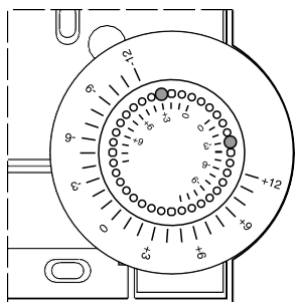

Figura 6: Limitazione del campo di regolazione
- Spostare le due piccole spine nei fori della rotella di regolazione per limitare il campo di regolazione (vedere Figura 6,). Orientarsi per tale operazione con la scala interna: Nella Figura 6, le spine sono impostate in modo tale che la rotella di regolazione si possa spostare solo di  $\pm 3$  °C dal punto zero.